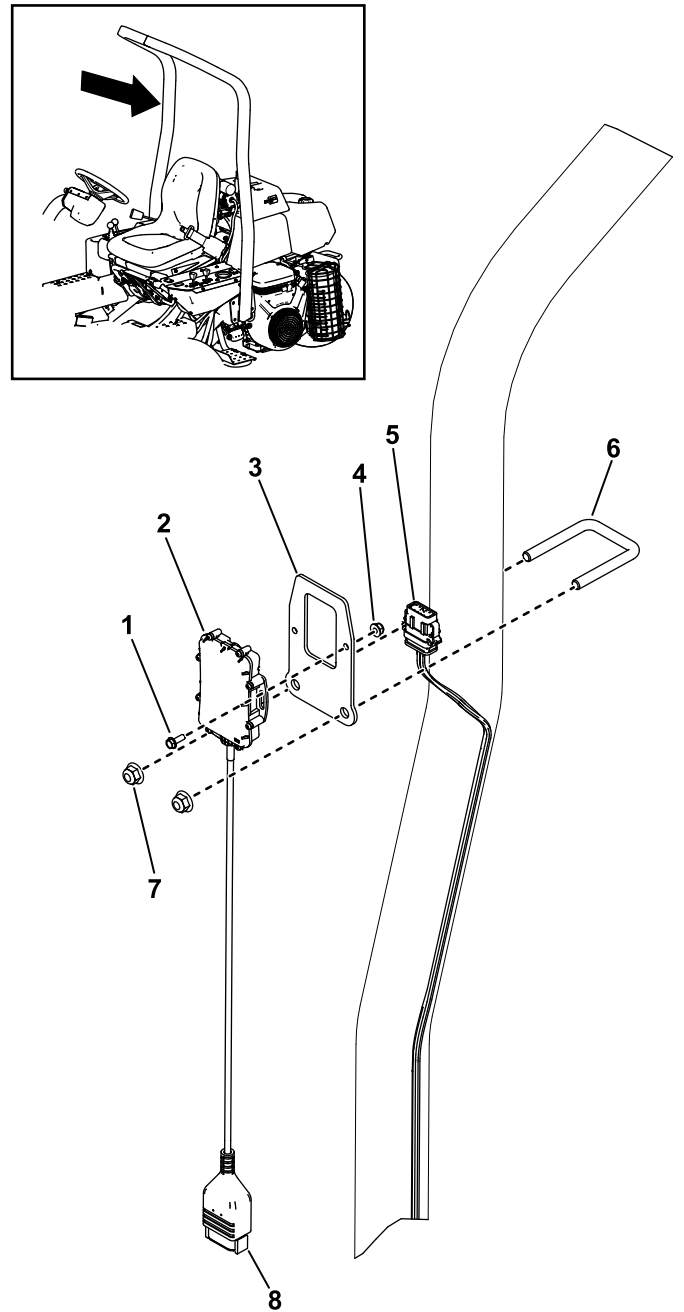

Figura 5
1. Utilice un perno en U y 2 tuercas (3/8") para sujetar el soporte del dispositivo a la barra antivuelco (Figura 5).
2. Instale el conector del dispositivo al conector del arnés de cables de la telemática marcado P02 (Figura 5).
Utilice 2 pernos (n.º 10) y 2 tuercas (n.º 10) para sujetar el dispositivo telemático al soporte del dispositivo (Figura 5).